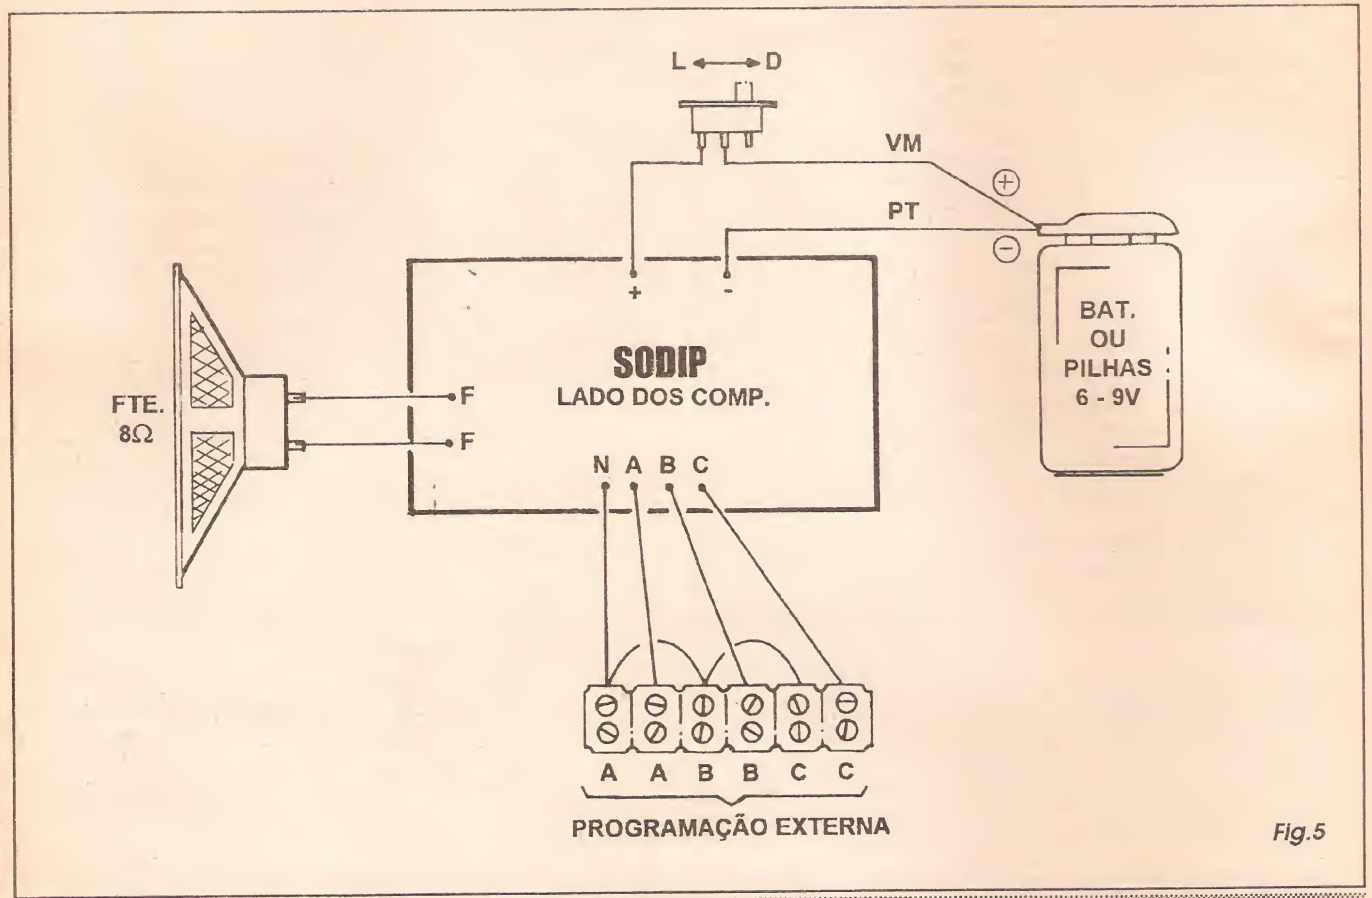

Fig.5
- FIG. 5 - CONEXÕES EXTERNAS À PLACA - As conexões aos importantes módulos de energia, saída e programação do SODIP são vistas no diagrama, que traz a placa ainda pela sua face não cobreada, porém agora com ênfase nas ligações periféricas... Atenção às conexões da alimentação, que são polarizadas, guardando o código convencional de fio **vermelho** para o **positivo** e fio **preto** para o **negativo**... O interruptor geral (chavinha H-H) deve ser intercalado no caminho do **positivo** (**vermelho**)... Os terminais dos alto-falante podem ser ligados, indiferentemente, aos pontos F-F da placa... O item que demanda maior dose de atenção e cuidado concentra-se nas conexões à barra de programação externa, ou seja: o conjunto de terminais parafusáveis tipo *Sindal*... Notar que os 6 segmentos da barra podem ser divididos em três pares (A-A, B-B e C-C...). O ponto N da placa deve ser ligado a *um* dos segmentos de *cada um* desses três pares... Os segmentos restantes são ligados, pela ordem, aos pontos A-B-C da placa, devendo todas as ligações serem feitas com cabinho isolado flexível... Se o leitor/aluno pretender *agasalhar* o circuito numa caixinha específica, deverá considerar os comprimentos da fiação em função das dimensões e formas do *container*, porém *sempre* (como recomendamos à exaustão...) procurando manter os condutores tão curtos quanto o permitir a instalação/acomodaçãõ definitiva...